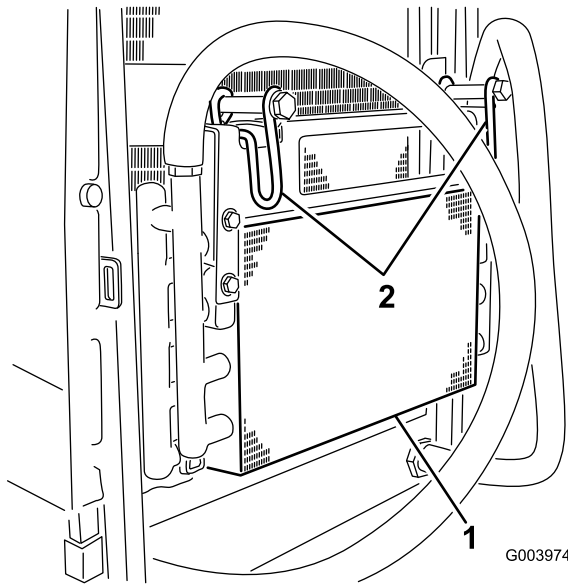

図 50
5. オイルクーラのラッチを内側に倒してオイルクーラを外す（図 50）